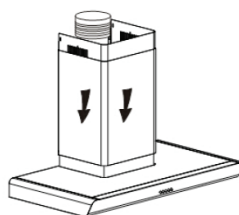

Abb. 13
– Schließen Sie den Kanal am Luftauslass nach außen an (Abb. 13).
- Schließen Sie den verlängerbaren Kanal an den Abweiser an (Abb. 13).